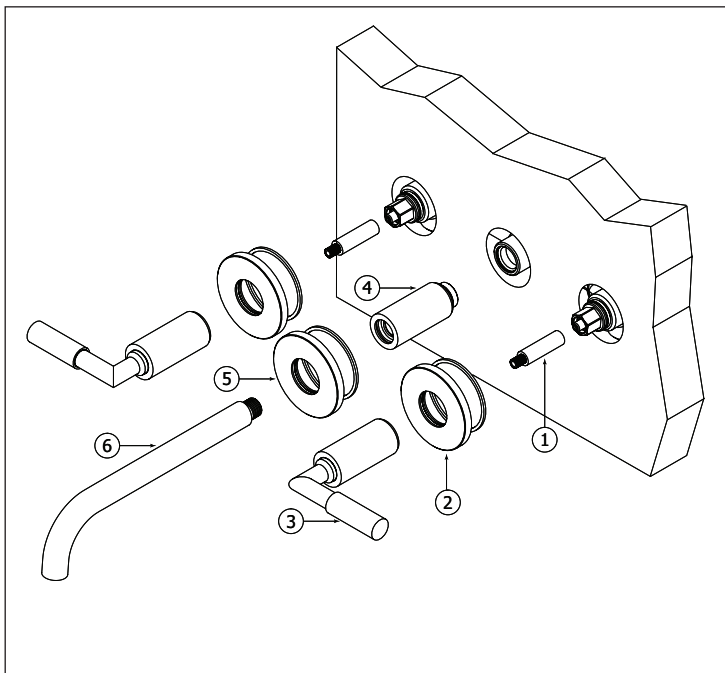

Fig.3
First install the base of the spout (4) , it must be screwed "all-the-way in". Slip the decorative escutcheon (5) in place fig.3. Then screw the spout (6) until you encounter some resistance. Continue turning until the spout faces straight down.
Installez d'abord la base du bec (4), elle doit être vissée "à fond". Glisser l'écusson décoratif (5) en place fig.3. Ensuite, vissez le bec (6) jusqu'à ce que vous rencontriez une résistance. Continuez à tourner jusqu'à ce que le bec soit orienté vers le bas..
Then, with the COLD decorative handle in place, simply rotate it until lines up to an ideal position. To achieve the same result with the HOT decorative handle you will need to first rotate it farther than the full "on" position before returning it to line-up horizontally. Fig.3. Re-tighten the cartridge bonnet see fig.3
Ensuite, avec les poignées décoratives en place, ajuste la poignée froide directement. Pour la chaude, commencer par ouvrir la cartouche au-delà de la verticale avant d'abaisser la poignée dans une position parfaitement horizontale. Fig.3. Finir en vissant le bonnet de la cartouche.